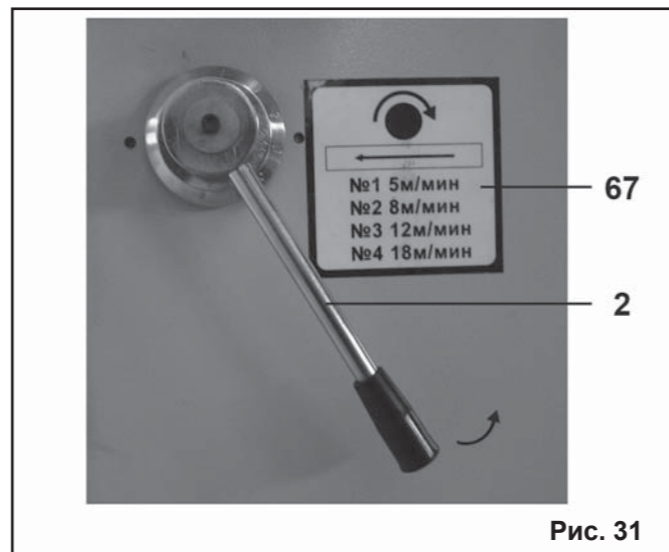

Рис. 31
11.9. Перед началом обработки заготовки выберите скорость автоматической подачи, для чего установите ручку (2) в одно из четырех положений (Таблица (67), Рис. 31) № 1, № 2, № 3, № 4. В крайнем (№ 4) положении скорость автоматической подачи соответствует 18 м/мин. – предварительная (грубая) обработка заготовки, в положении (№ 1) ручки (2) скорость автоматической подачи соответствует 5 м/мин. – окончательная (чистовая) обработка заготовки (Рис. 31).
Предусмотрено 4 диапазона регулировки: 5м / 8м / 12м / 18м в минуту. Поворотом ручки (2) вправо, скорость станка замедляется, влево – увеличивается (Рис. 31).